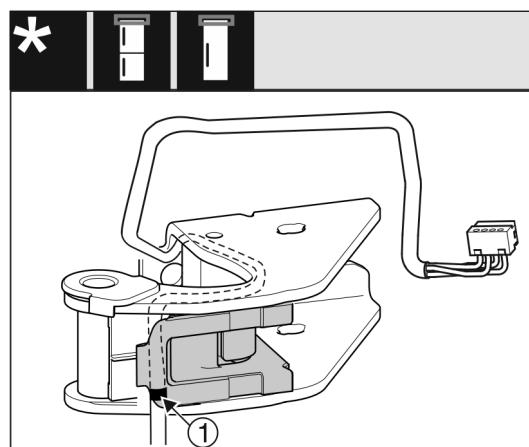

Fig. 28
- Sredinska oznaka naj bo ob tem na robu držala kabla Fig. 28 (1).